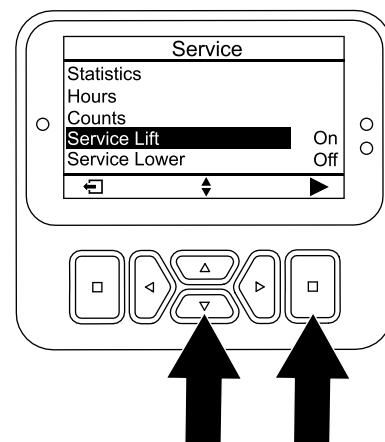

図 120
4. サービスリフトオプションが選択されるまで下ボタンを押し、次に選択ボタンを押す (図 120)。